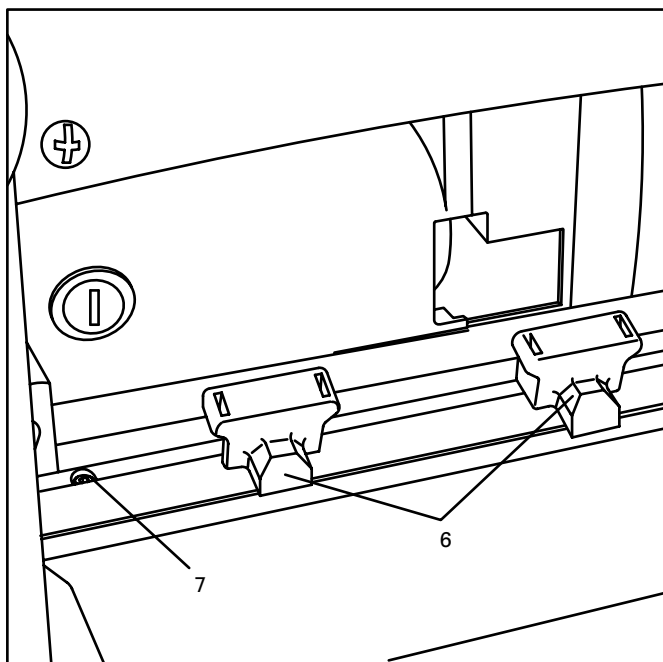

Fig. 16
9. Vuelva a colocar la placa de sujeción (4), atornille los ocho pernos de cabeza hexagonal (3), pero no los apriete.
10. Coloque las galgas de ajuste de la hoja (6) en el cabezal de corte con las dos galgas bien pegadas a la hoja. (Fig. 16)
11. Gire los dos tornillos de ajuste (7) hasta que la hoja toque las galgas de ajuste de la hoja.
12. Extraiga las galgas de ajuste de la hoja y luego gire el cabezal de corte para que queden al descubierto los ocho tornillos de cabeza hexagonal (3). Apriete todos los pernos con la llave hexagonal suministrada.